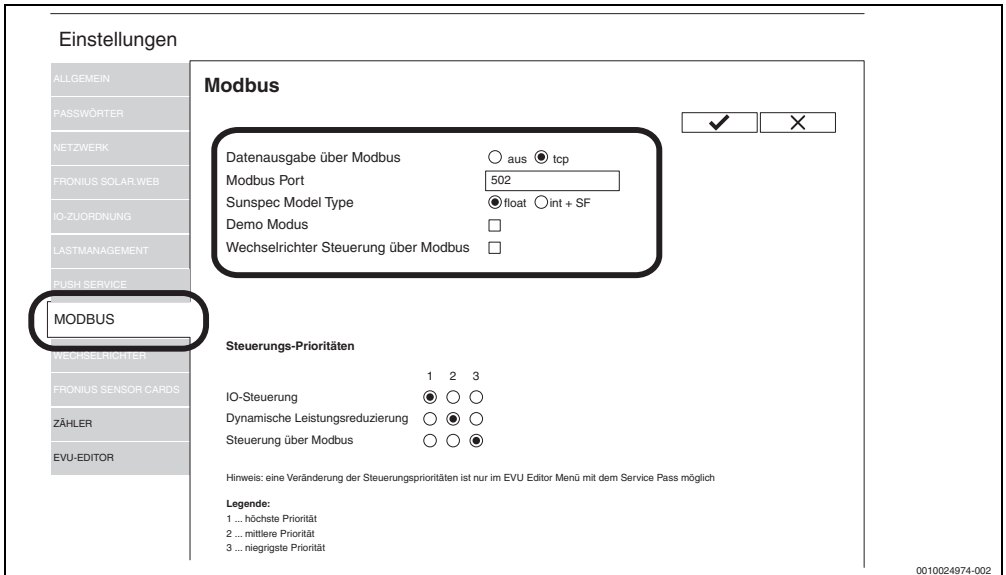

Bild 14 Einstellungen prüfen (Für die Fronius Gen24 Plus-Wechselrichter kann die Darstellung in der Web-UI abweichen)
9. Im Reiter links auf **Modbus** klicken (→ Bild 14).
10. Sicherstellen, dass im Bereich **Modbus** folgende Einstellungen gesetzt sind (→ Bild 14):